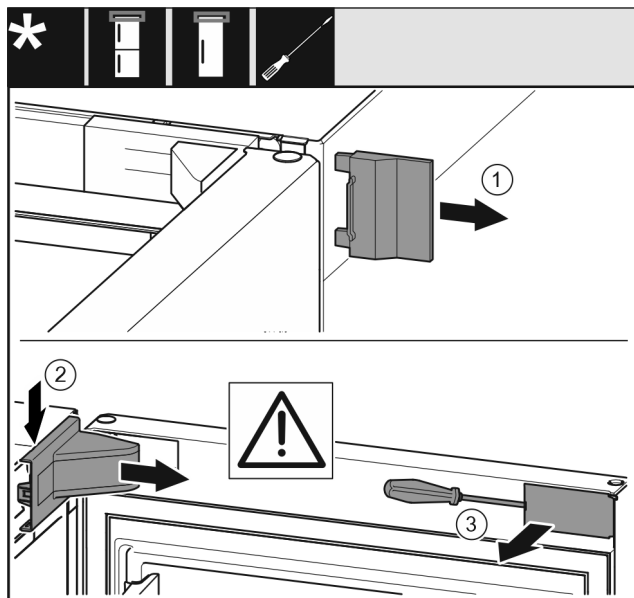

Fig. 10
► Võtke välimine kate Fig. 10 (1) ära.
► Vabaneb laagripuki kate Fig. 10 (2) fiksaatorist ja võtke maha.
► Haakige ilukate Fig. 10 (3) lapikruvikeerajaga lahti ja keerake küljele.